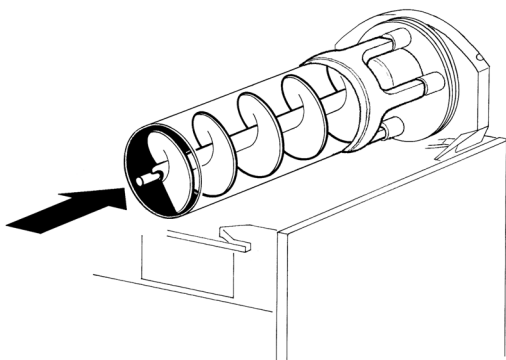

figure 13
**5** Introduire l'hélice intérieure dans l'évaporateur en veillant à l'accompagner jusqu'au fond mais en évitant qu'elle heurte la paroi postérieure (voir figure 13).